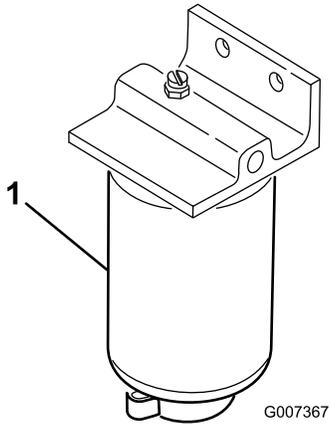

图47
1. 在燃油滤清器下面放置一个清洁容器 (图47)。
2. 清洁滤清器的安装区域 图47。